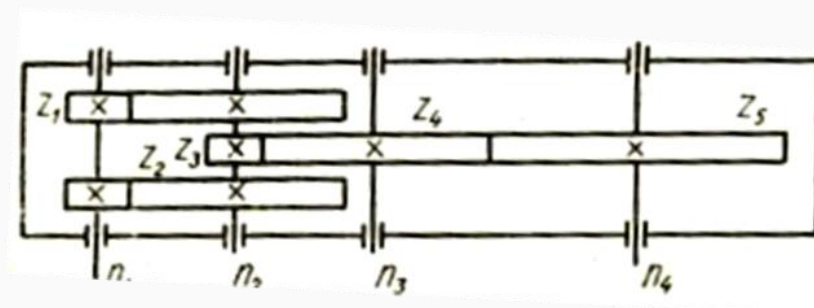

Рис. 5.
3.14. Если в редукторе указанной схемы (рис. 5) в два раза уменьшить число зубьев колеса Z_4 , то как изменится число оборотов в минуту на выходе N_4 ?